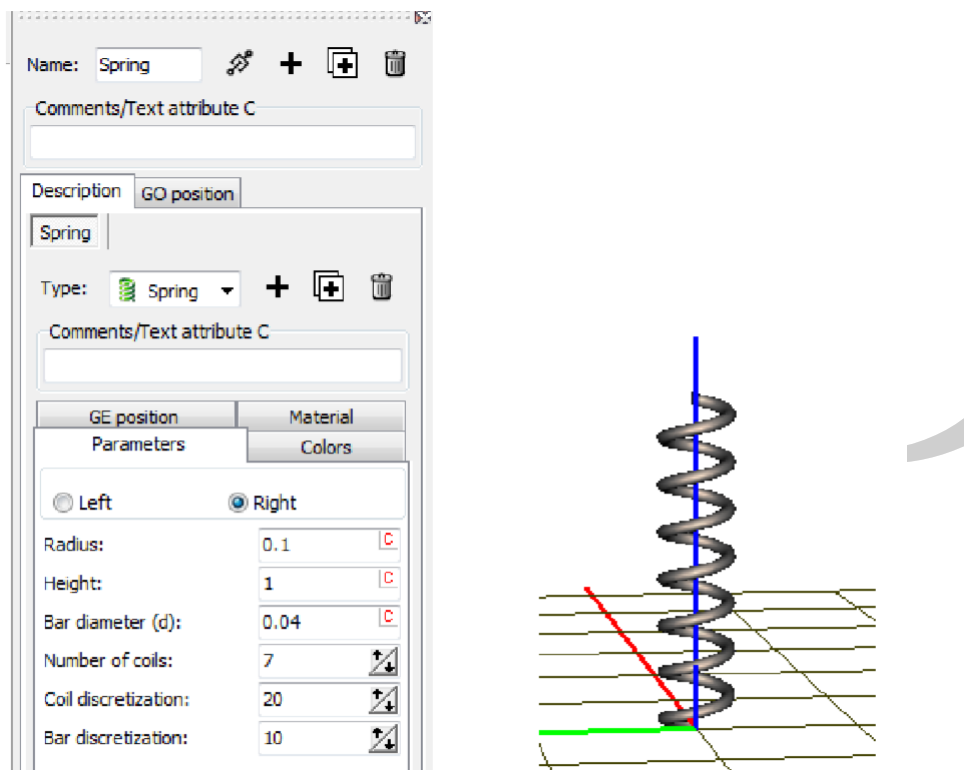

图 2.10
2. 点击第二行的 **+** 按钮，添加一个基本图形元素，从下拉菜单中选择 **Spring** 类型，设置弹簧半径为 **0.1m**，圈数为 **7**，如图 2.10 所示。